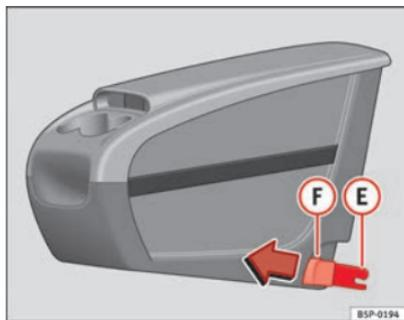
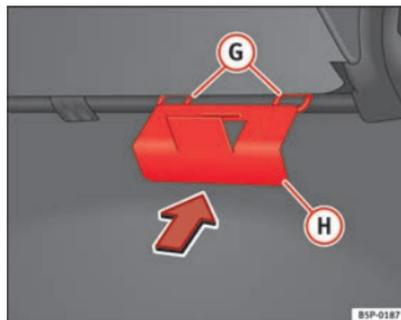

Abb. 111 Zusätzliche Ablage. Montage
Abb. 112 Halteplatte der zusätzlichen Ablage
- Die Halteplatte ① ⇒ Abb. 112 der zusätzlichen Ablage vom Fahrzeuginnern aus auf der Rückseite des Sitzes befestigen. Sie muss sich zwischen der Lehne und dem Sitzkissen im Bereich des mittleren Rücksitzes befinden.
- Die beiden Befestigungselemente **(E)** ⇒ Abb. 111 zu den beiden Befestigungsringen **(G)** ⇒ Abb. 112 ausrichten und die beiden Klammern vollständig in die Befestigungsringe eindrücken.
- An den Knöpfen ⇒ Abb. 111 **(F)** der Klammern nach vorne ziehen (rote Knöpfe), bis sie hörbar ausgehängt sind.